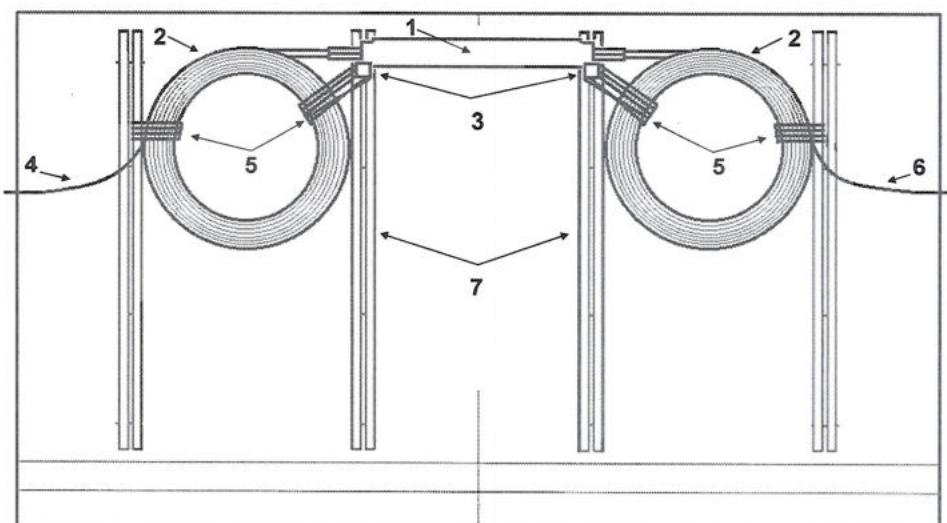

Рис. 17. Размещение проходной муфты МОГ-С и двух бухт технологического запаса срашиваемых кабелей в колодце ККСС-1:
4.5.4. Бухты запасов следует формировать так, чтобы они помещались в промежутках между кронштейнами ККУ-160. В них с допустимым радиусом изгиба помещается бухта запаса при наружном диаметре кабелей до 25 мм. Бухта в вертикальном положении устанавливается между кронштейнами и прикрепляется к консолям и кронштейнам перевязками из стальной проволоки (рис. 17 и 18).